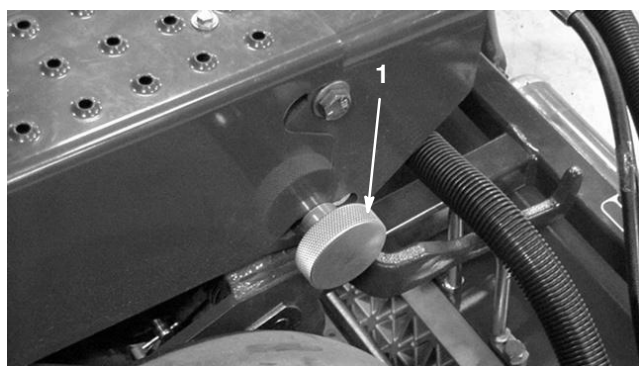

Bild 5
3. Entfernen Sie den Splint, mit denen der Arretierhandrad des Lenkarms (Bild 5) befestigt ist. Nehmen Sie den Knopf ab.